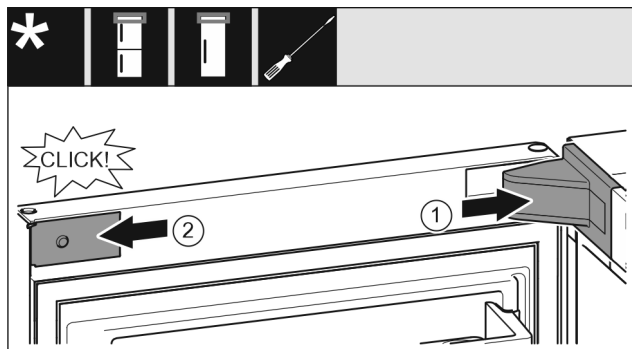

Fig. 19
- ▶ Крышку опорного кронштейна установите и зафиксируйте, при необходимости осторожно разожмите. Fig. 19 (1)
- ▶ Установите накладку сбоку и зафиксируйте. Fig. 19 (2)